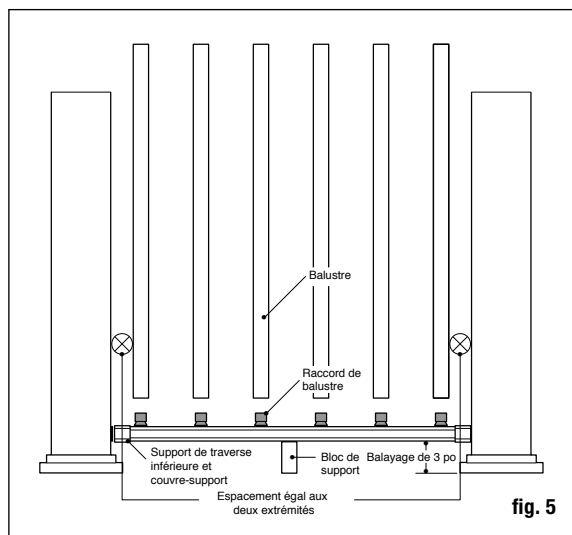

fig. 5
Étape 6 Mesurez la distance entre les manchons de poteaux installés pour déterminer la longueur des traverses du haut et du bas. Placez la traverse inférieure en position près des poteaux et ajustez afin que la distance entre le premier trou de balustre et le poteau soit plus élevée que 5 cm (2 po), puis égale aux deux extrémités (voir la fig. 5). Marquez la traverse. Coupez la traverse du bas. Coupez la traverse du haut à la même espacement et longueur.
Étape 8 Placez les couvre-supports et support de traverse aux extrémités de la traverse inférieure. Installez le bloc de support et appuyez la traverse du bas entre les poteaux en utilisant des blocs coupés à la bonne taille. Vérifiez que la traverse est à niveau. En utilisant le support comme guide, marquez la position des vis sur le manchon de poteau et sur les deux extrémités de la traverse. Percez des avant-trous de 1/8" dans le manchon de poteau et la traverse. Fixez le support au manchon de poteau grâce à des vis à tête carrées n° 8-15 x 2" - n° 2, puis fixez le support à la traverse en utilisant des vis à têtes carrées autotaraudeuses n° 10-16 x 3/4" - n° 2 (fig. 5).
Étape 10 Placez les couvre-supports et support de traverse aux extrémités de la traverse supérieure. Positionnez la traverse du haut en plaçant les raccords de balustres dans les balustres, tout en travaillant d'une extrémité à l'autre. Vérifiez que la traverse est à niveau. En utilisant le support comme guide, marquez la position des vis sur le manchon de poteau et sur les deux extrémités de la traverse. Percez des avant-trous de 1/8" dans le manchon de poteau et la traverse. Fixez le support au manchon de poteau grâce à des vis à tête carrées n° 8-15 x 2" - n° 2, puis fixez le support à la traverse en utilisant des vis à têtes carrées autotaraudeuses n° 10-16 x 3/4" - n° 2 (fig. 5).